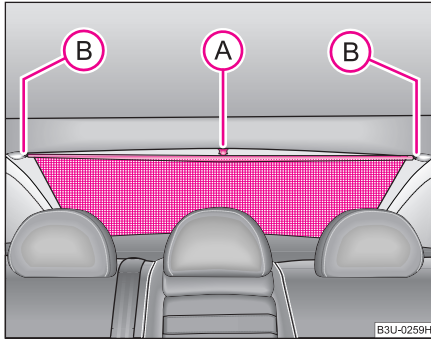

Fig. 45 Luneta: Ruloul parasolar
- Trageți ruloul parasolar de curelușă (A) și agățați-l în suportul (B) ♥ fig. 45.